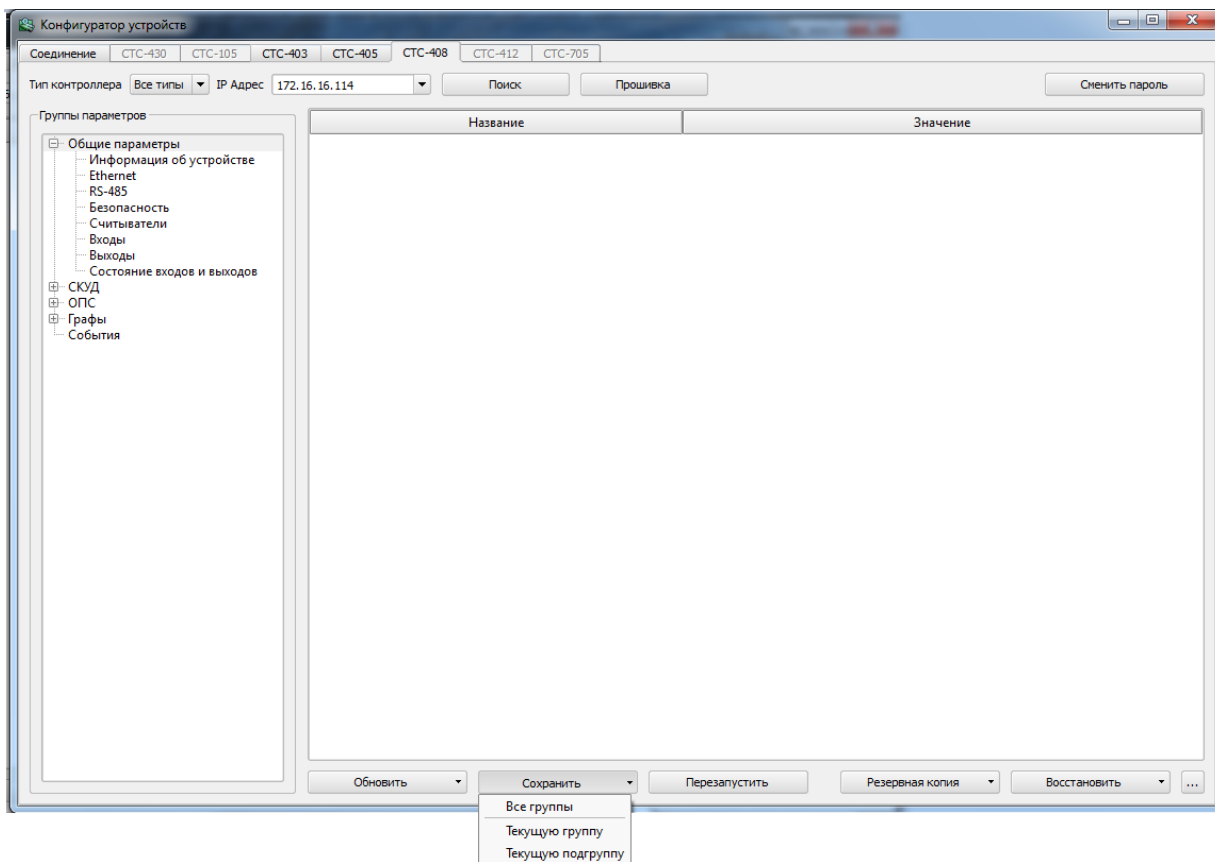

Рисунок 5
– «Сохранить» – данная кнопка позволяет сохранить изменения во все группы контроллера в любое поле из текущей выделенной группы или в текущую выделенную группу в левом параметре настроек (рисунок 5);
В контроллере имеются две конфигурации – рабочая и редактируемая. Кнопка «Обновить» позволяет получить параметры редактируемой конфигурации. При нажатии данной кнопки открывается меню, где Вы можете выбрать пункт «Обновления» (рисунок 5), а именно: